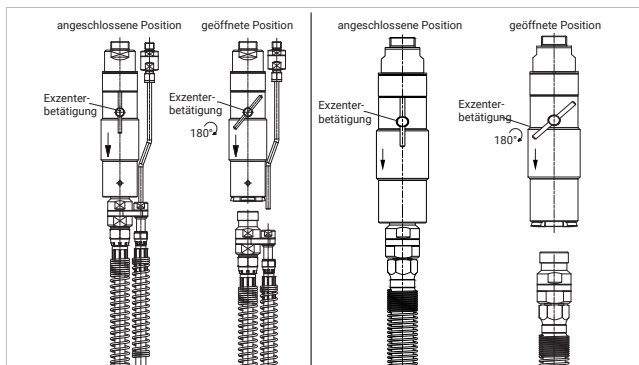

Abbildung 13
- ▶ Drehen Sie die Exzenterbetätigung (Pos. 2) um 180° (*Abbildung 13*)